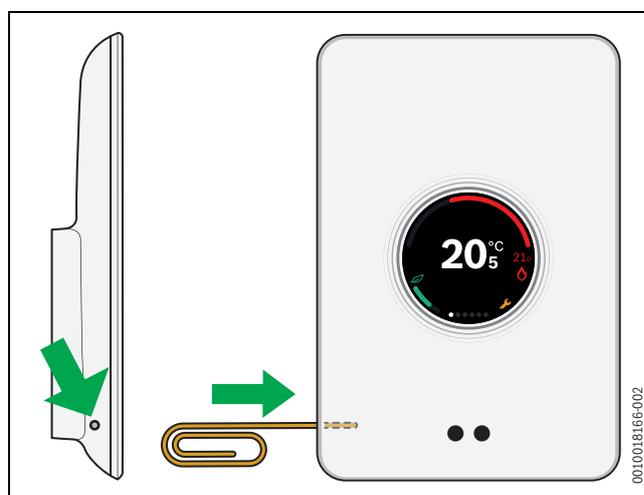

Fig. 20 Hard reset
- ▶ Premere il tasto reset (→ fig. 20) per alcuni secondi. **Attenzione!** In questo caso vengono eliminate tutte le impostazioni personalizzate e si deve generare di nuovo la connessione WLAN (→ capitolo 5.4).